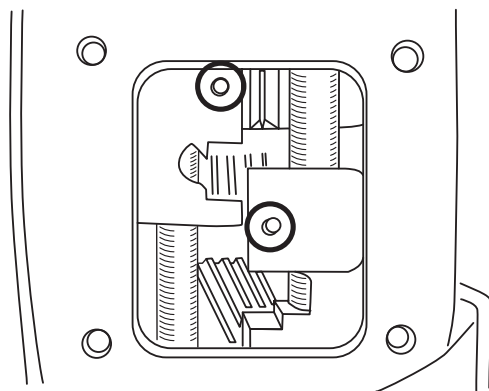

Рис. 15
- а.** установите направляющие штифты (Рис. 15 обведены) в вилки переключения РК (диаметр штифтов 4 мм, высота над вилкой должна составлять 4–5 мм);